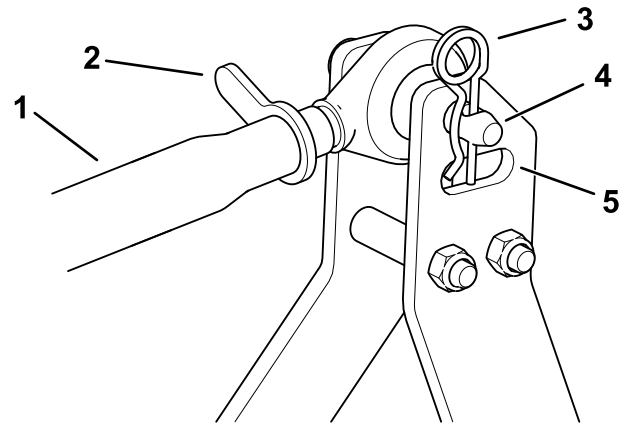

Figure 8
1. Accouplez le bras d'attelage supérieur au support et fixez-le en place avec l'axe d'articulation et la goupille fendue (Figure 8).